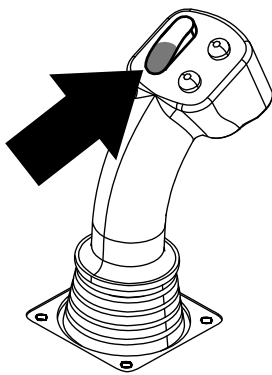
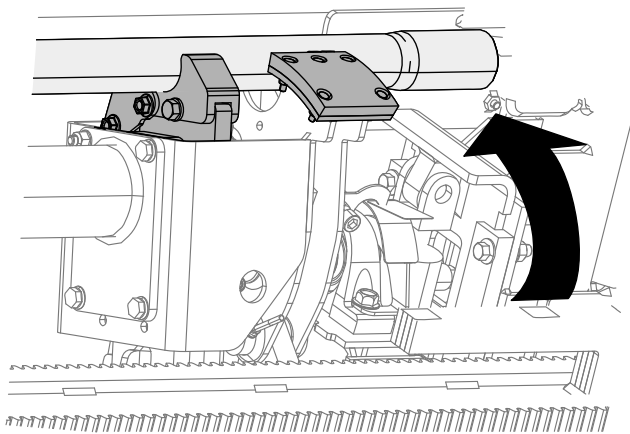

Figura 17
Figura 18
9. Mantenga pulsada la sección inferior del interruptor basculante (Figura 17) hasta que el conjunto de leva gire a la fila seleccionada debajo del portatubos (Figura 18).